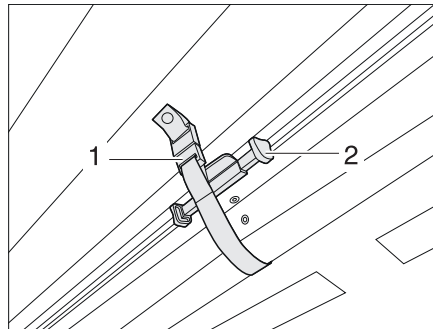

Bild 14 Sicherung der faltverdunklung Frontscheibe
- Die faltverdunklung für die frontscheibe mit dem griff (Bild 14,2) nach oben schieben, bis sie einrastet. Mit der verschlusschlaufe (Bild 14,1) sichern. Die faltverdunklung ist gesichert.